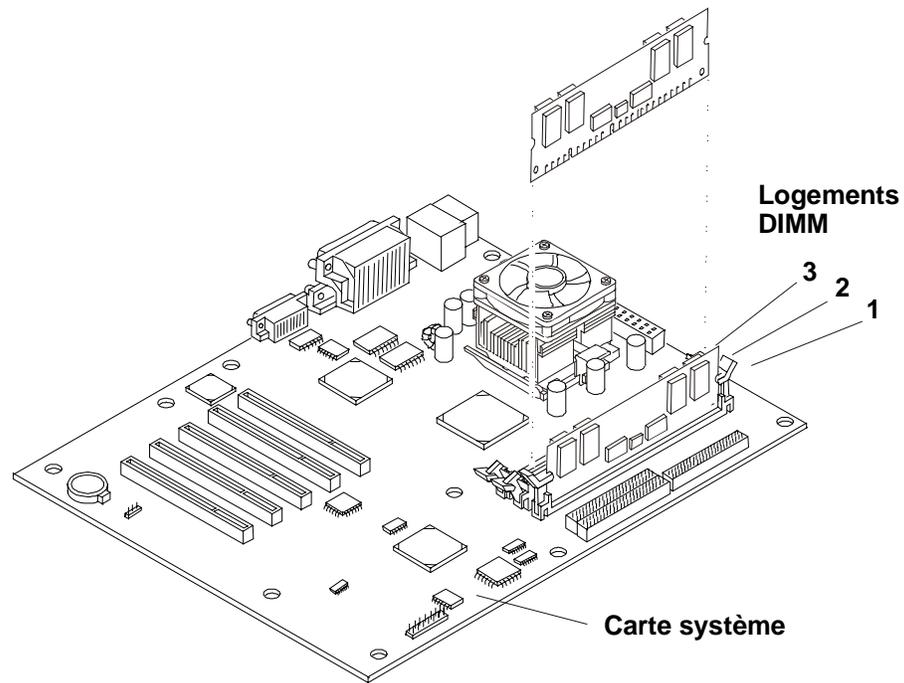

Figure 5-4. Mise en place d'un module DIMM
9. Tenez le module DIMM en position perpendiculaire par rapport à la carte système et enfoncez-le dans le logement jusqu'à ce que les clips de fixation se referment. Reportez-vous à la figure 5-4.